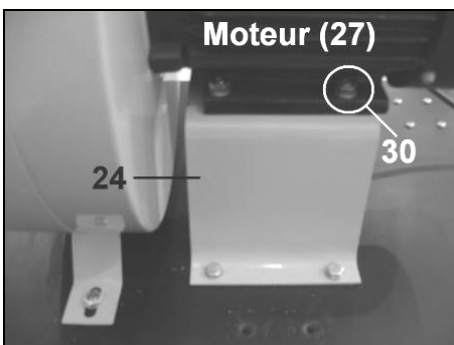

Fig 13
- Ajustez la position du moteur (27) puis fixez-le sur son support (24) avec 4 ensembles vis hexagonale / rondelles / écrou (30) (Fig 13).